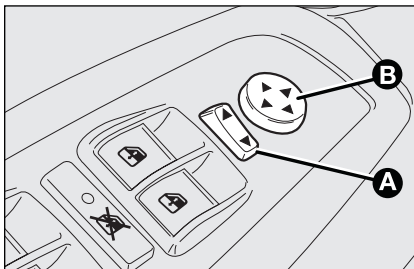

Рис. 35
- с помощью переключателя **A** (см. **рис. 35**) выберите зеркало (левое или правое);